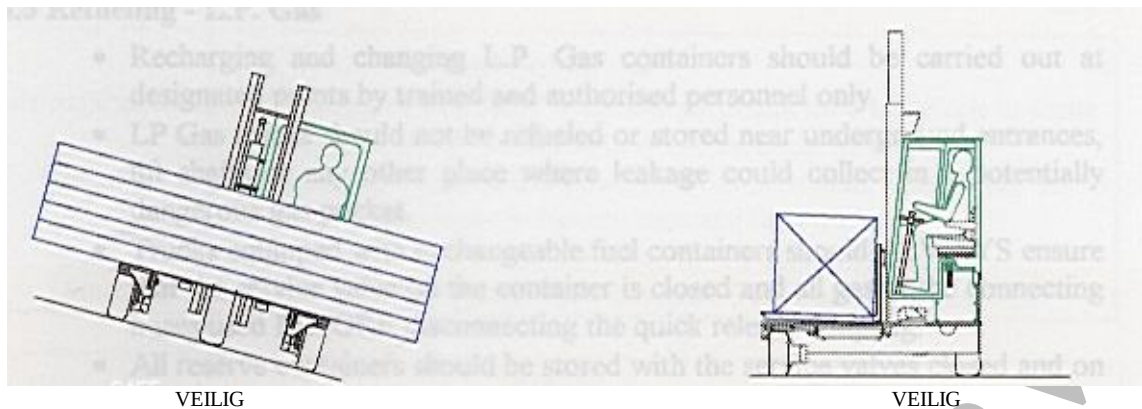

FIG. 2 CORRECTE PROCEDURE
- Rijd altijd met de vorken zo laag mogelijk. Indien geladen, laat de lading voor zover mogelijk rusten op de platforms. (zie fig.2)
- Controleer of de lading vast tegen de opstand van de vorken leunt. (zie fig.2)